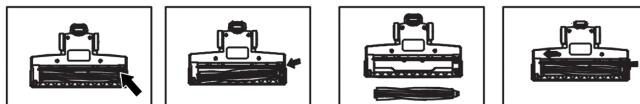

Abb. 2
- Verriegelung (21) in der Staubsaugerbürste (9) verstellen, Staubsaugerrollbürste (20) einsetzen und Verriegelung (21) schließen - **Abb. 2**.
- Komplette Bürste (9) im Staubsaugerbürstensitz (11) oder rohrsitz (6) montieren - **Abb. 2**. Staubsaugerbürste demontieren, dazu zuvor Verriegelung (12) oder (5) betätigen.
- Saugrohrstück (7) in den -sitz (6) stecken.
- Die Saugdüse (24) kann im Staubsaugerbürstensitz (11) oder rohrsitz (6) montiert werden.
- Nach Betätigen des Steuerschalters (1) geht der Staubsauger in Betrieb. Die Saugleistung kann durch Betätigen der Taste (2) eingestellt werden.
- Auf den Füllstand des Staubbehälters (15) achten. Staubbehälter (15) nach Erreichen der „max“ Füllstandmarke entleeren (s. **STAUBBEHÄLTER ENTLEEREN**).
- Verriegelungstaste (12 oder 5) betätigen und Staubsaugerbürste (9) entfernen.
- Verriegelung (21) verstellen, Welle (20) herausziehen und reinigen - **Abb. 2**. Gekräuselte Haare sind am besten mit einer Schere durchzuschneiden.
- Die Staubsaugerbürste (9) ist mit einem weichen, feuchten Lappen und etwas Reinigungsmittel zu reinigen.
- Rollbürste (20) nach dem Reinigen in der Staubsaugerbürste (9) einbauen und mit der Verriegelung (21) blockieren - **Abb. 2**.